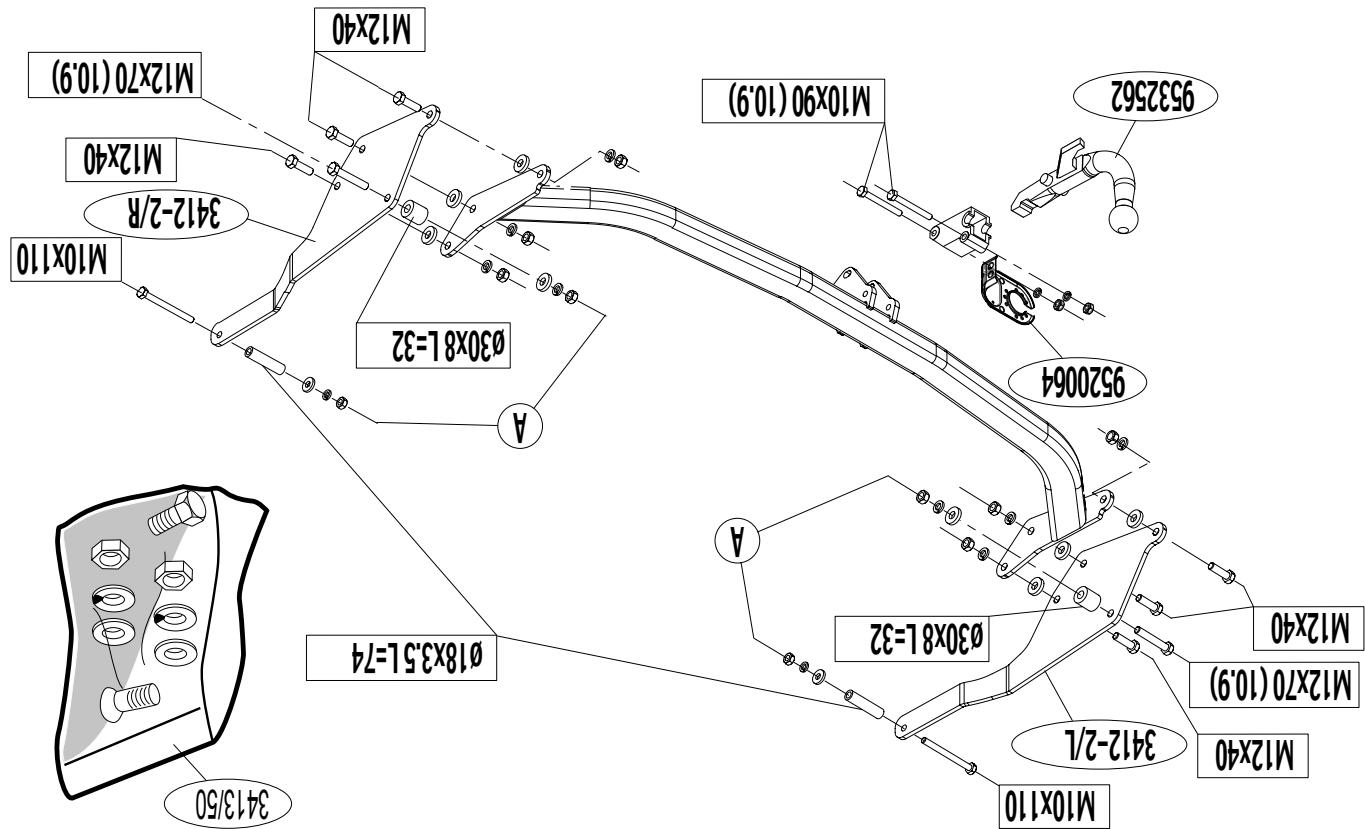

Fig. 1
3. Demonteer de kunststof beschermkappen (zie fig. 1).
3. Remove the plastic protective caps (see fig. 1).
4. Saw out the portions as indicated in fig. 1.
3. Die Kunststoffschutzkappen abmontieren (Siehe Abbildung 1).
4. Gemäß Abb. 1 die angegebenen Teile heraussägen.
5. Die Seitenwand (L) / (R) bei den Punkten A anlegen.
4. Sägga ut delarna enligt fig. 1.
5. Placerar sidoplatan (L) / (R) vid punktarna A.